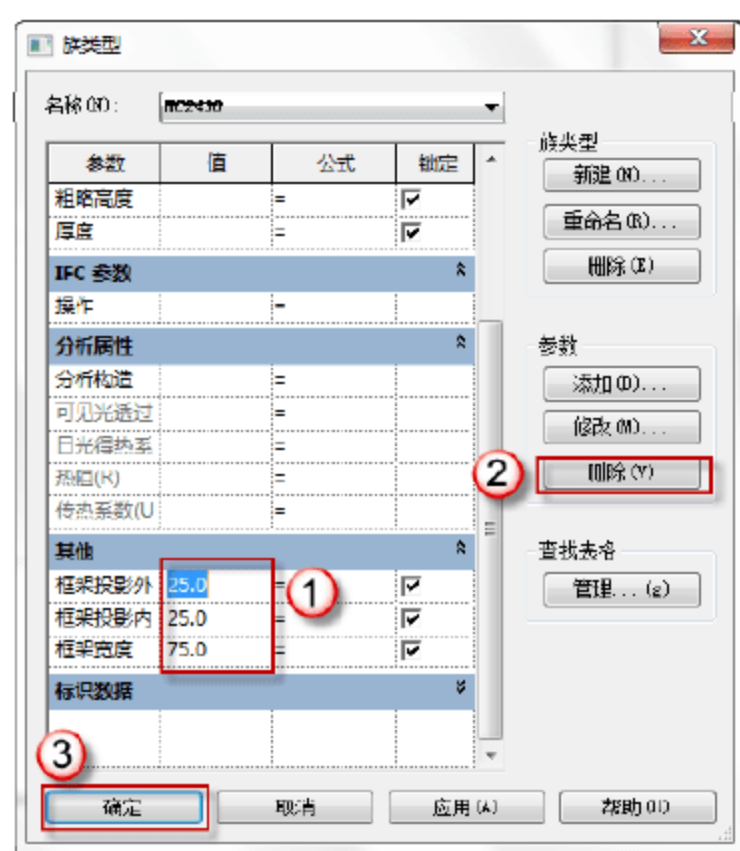

图 6.3.6 删除多余参数
(5) 删除多余参数。继续在“族类型”对话框中，单击“其他”栏的“框架投影外部”参数，单击对话框右侧“参数”下的“删除”按钮，在弹出的对话框中单击“是”按钮。重复上述步骤，将“框架投影内部”和“框架宽度”两个无效参数删除。最后单击“确定”按钮，结束“族类型”编辑，如图 6.3.6 所示。